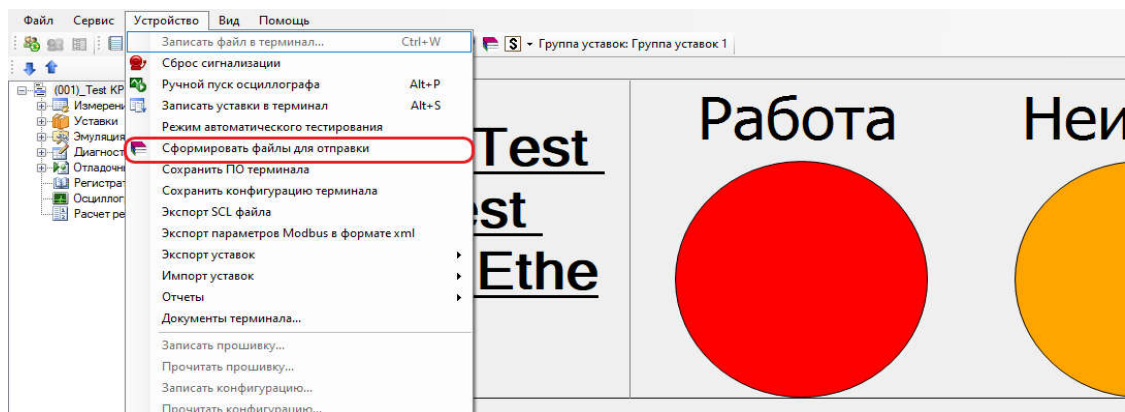

Рисунок 25 – Окно формирования файлов для отправки через АРМ-релейщика
6.2.1 Для формирования файлов для отправки через программу АРМ-релейщика в левой части окна программы АРМ-релейщика выбрать неисправное устройство, вызвать пункт главного меню **Устройство** → **Сформировать файлы для отправки** (см. рисунок 25).